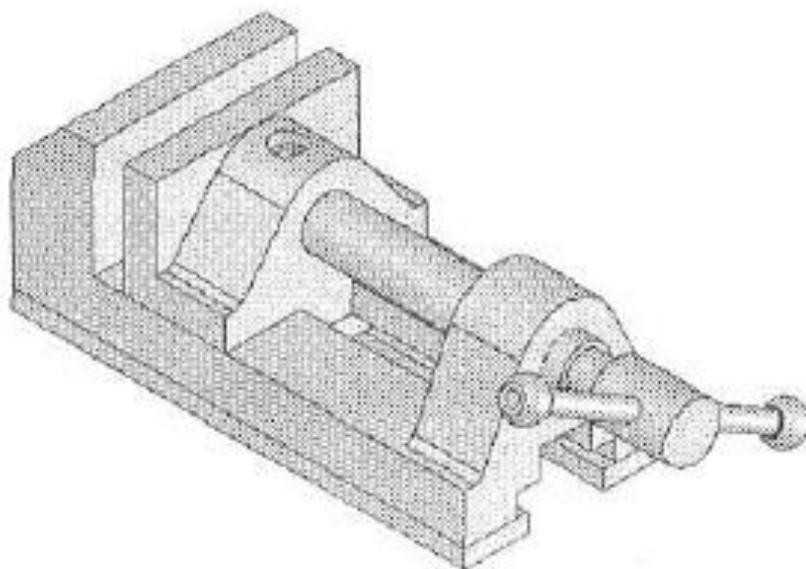

Рис. 5.27 Сборка после добавления основания, губок тисков, прижимного винта, ручки, зажимной планки, подошвы и наконечников ручки
6. Аналогичным образом установите ручку и ее наконечники. Окончательный вид сборки показан на рис. 5.27.